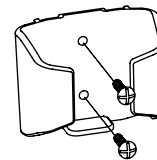

Fig. 26
Étape 1: Choisissez un emplacement pour installer votre support de la télécommande, vous pourriez installer le support comme indiqué. (Fig. 26)